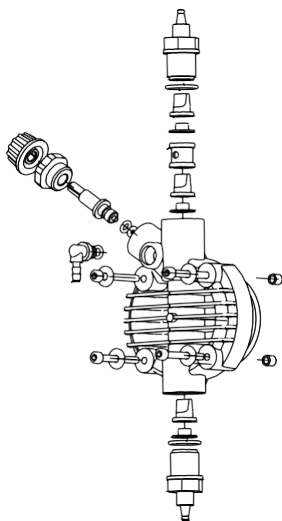

Fig. 10
2. Revise el funcionamien to de la bomba al menos cada 6 meses , así como la posición de los tornillos y de las juntas de impermeabilización. El control debe ser efectuado con más frecuen cia en líquidos agresivos, pres tando espe cial atención en la concen tración de aditivo en la instalación. Su redu cción podría ser debida al desg aste de las válvulas (en tal caso se deben sust ituir siguiend o los pasos de la Fig.10) o al atasco del fil tro, que se debe limpiar como se indica en el punt o 3.
También se puede efectuar esta operación de la forma siguiente: una vez la bomba está des conectada de la instalación, sujete la bomba boca abajo por unos pocos segundos (15-30) sin que los tubos estén conectados a los empalmes. Si resulta imposible, des montar y volver a montar el cuerpo de la bomba (Fig.10) utilizando los cuatro tornillos de fijación.
El sistema es robusto, por lo que no se producen averías graves. Incluso se pueden producir pérdidas de líquido de algún empalme o junta fijados, o con más frecuencia, de la rotura del tubo de eyección. Raramente se producen pérdidas a causa de la rotura de la membrana por desgaste o de su resquebrajamiento de sujeción. Aún así, si se produjeran, dichos componentes se deben sustituir desmontando los cuatro tornillos del cuerpo de la bomba (Fig. 10), montándolos de nuevo y enroscándolos de modo uniforme. Una vez eliminada la pérdida, se debe limpiar la bomba dosificadora de eventuales residuos de aditivo que hayan quedado impregnados, ya que podrían agredir químicamente la bomba.
- a. Desmonte la válvula de aspiración y eyección. A continuación, límpiela y móntela otra vez en la misma posición (Fig. 10). En caso que se detectara un hinchamiento de las válvulas, compruebe en el tablero correspondiente la compatibilidad del aditivo con el tipo de válvula montada en la bomba (válvula estándar de Vitron; la válvula esfera es opcional).